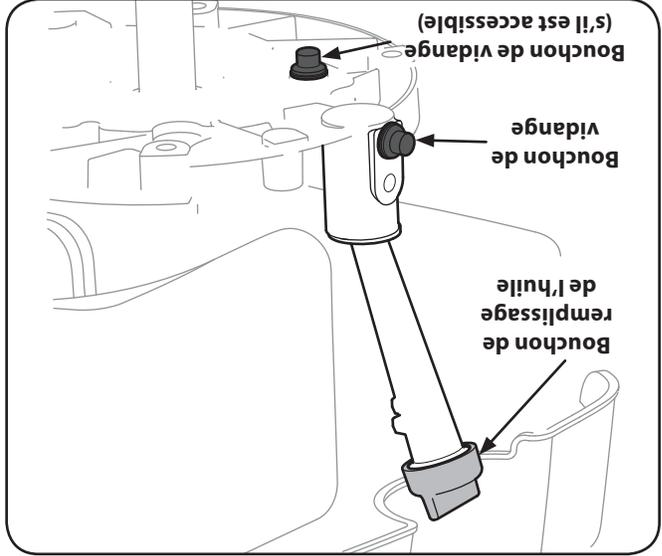

Figure 6-1
2. Retirez le bouchon de vidange. Laissez l'huile couler dans un récipient approprié. Voir la Fig. 6-1.